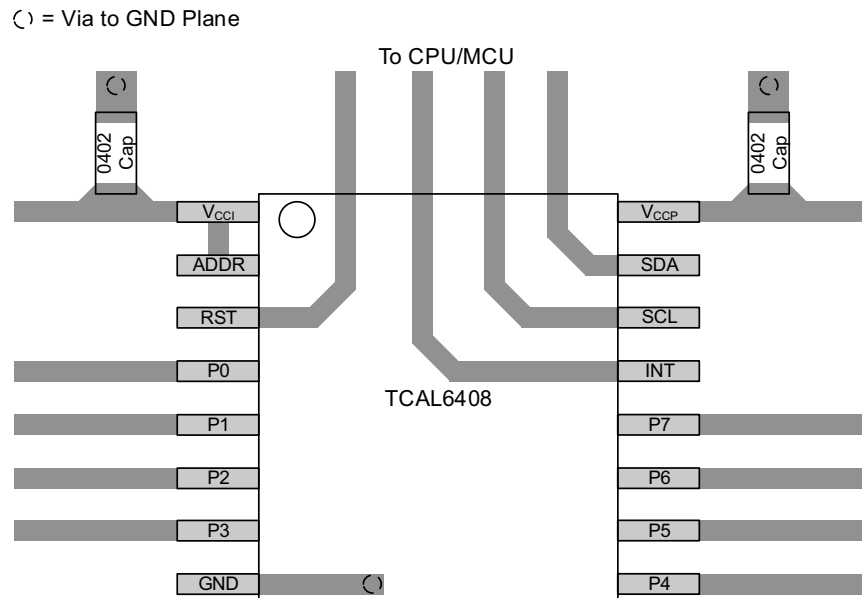

図 8-10. TCAL6408 のレイアウト
すべての PCB レイアウトにおける最善策は、信号トレースで適切な角度を回避すること、集積回路 (IC) の近接部を離れるときに信号トレースが互いに離れていくように配置すること、トレース幅を太くして電源とグラウンドのトレースを通常時に大容量の電流が流れるようにすることです。バイパス・コンデンサとデカップリング・コンデンサは、一般的に電源ピンの電圧の制御に使用されます。大容量コンデンサを使用すると、電源グリッチの短絡時に追加電力を供給し、容量の小さいコンデンサは高周波リップルの除去を行うことができます。これらのコンデンサは、できる限り TCAL6408 の近くに配置してください。理想的な配置を 図 8-10 に示します。
図 8-10 に示すレイアウト例では、信号配線に最上層を使用し、電源とグラウンド (GND) に分割プレーンとして最下層を使用することで、2 層のみの PCB を製造することができます。ただし、信号配線密度の高い基板では、4 層基板が推奨されます。一般的に 4 層 PCB では、信号を最上層と最下層に配線し、内部の 1 層をグラウンド・プレーン専用にして、もう 1 つの内部層を電源プレーン専用にします。電源とグラウンドにプレーンまたは分割プレーンを使用する基板レイアウトの場合は、電源または GND に接続する必要がある表面実装部品パッドのすぐ隣にビアを配置し、ビアを内部層または基板の反対側に電気的に接続します。ビアは、信号パターンを基板の反対側に配線する必要がある場合にも使用されますが、この方法は 図 8-10 には示されていません。